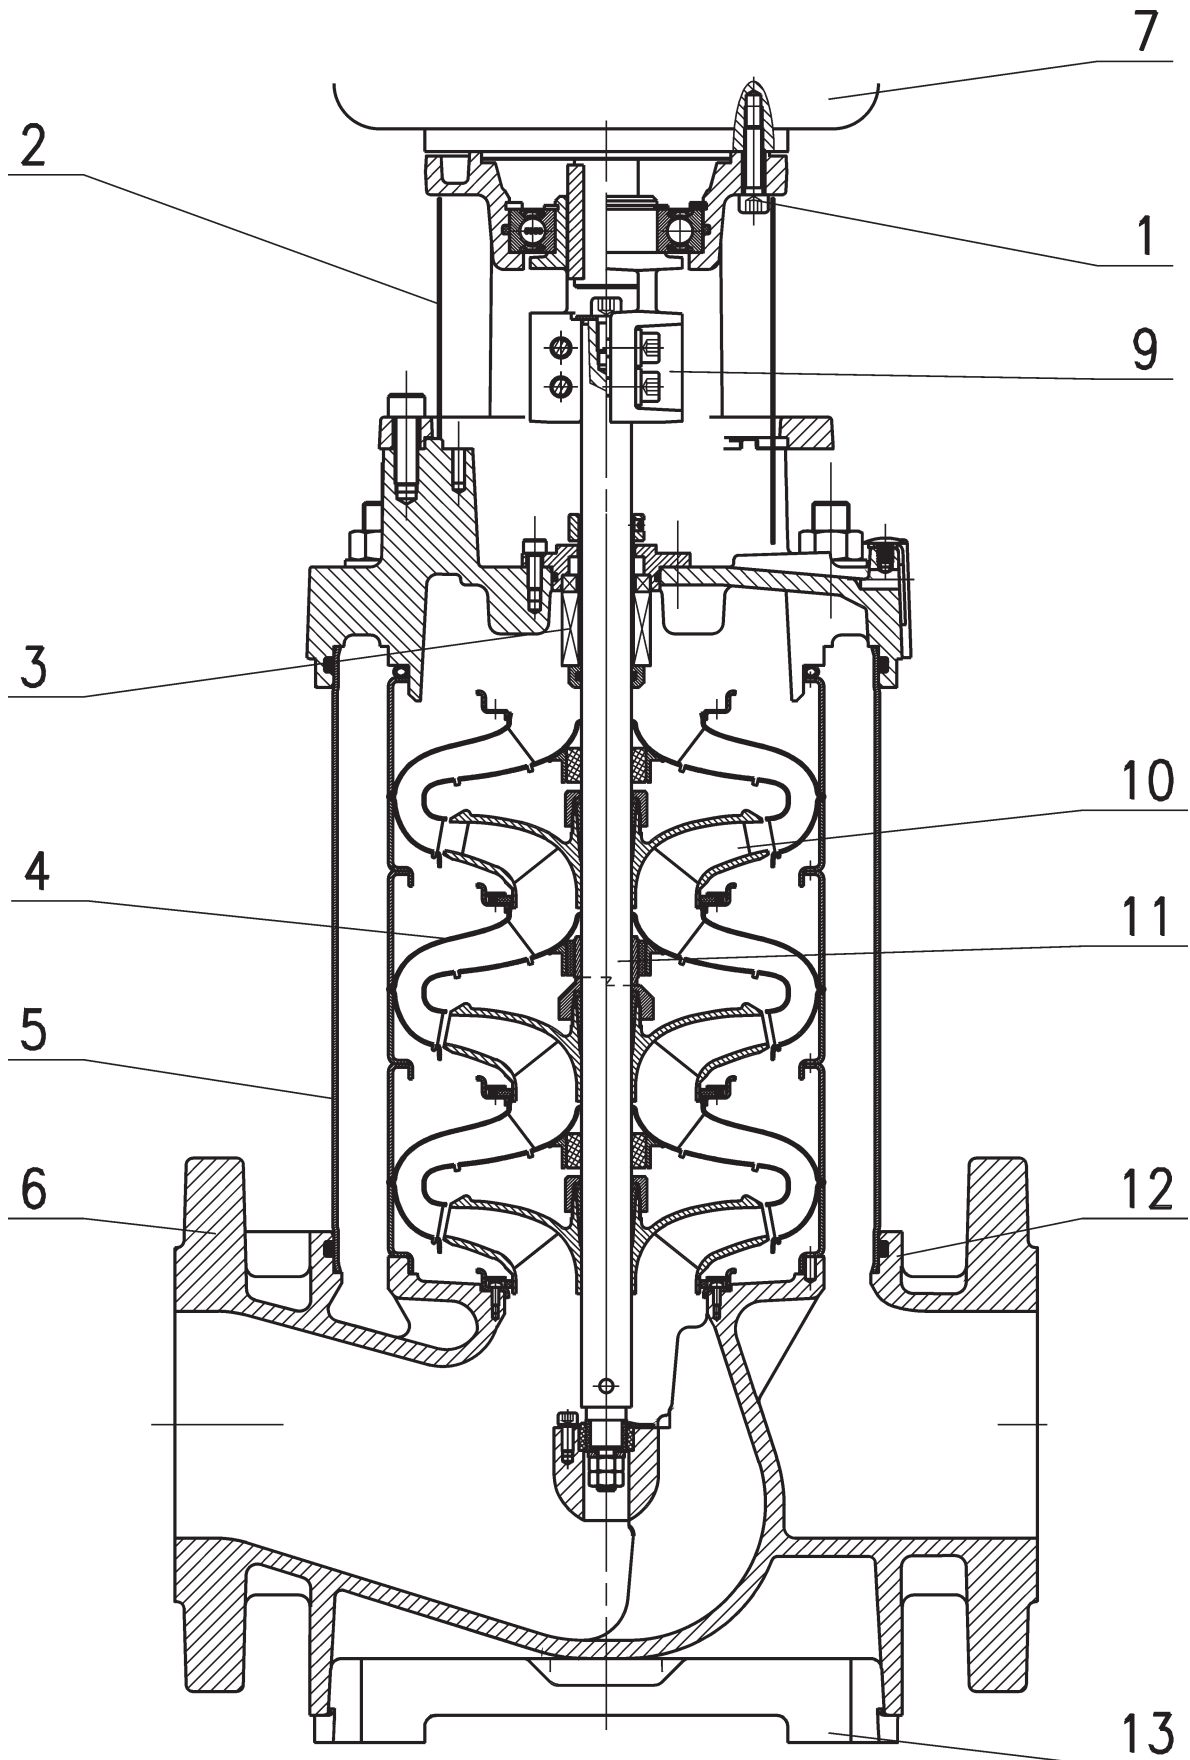

Fig. 2
- Pumpe zur leichten Überprüfung und Demontage an gut zugänglicher Stelle montieren. Pumpe immer exakt lotrecht auf einen ausreichend schweren Betonsockel (Bild 2, Pos. 13) montieren. Zwischen Sockel und Boden Schwingungsdämpfer montieren.